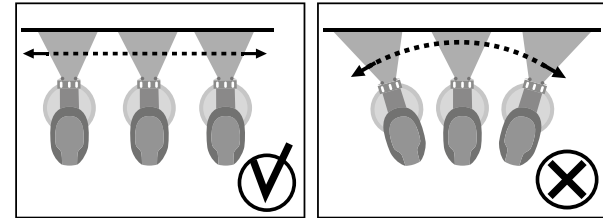

Рис. 5
1. Установите распылитель на расстоянии 25-30 см от окрашиваемой поверхности. Включите изделие, сначала нажав кнопку включения компрессора (3), затем курок выключателя (7).
Примечание! Расхода материала определяется регулятором (8). Равномерно ведите изделие вдоль окрашиваемой поверхности, держа распылитель перпендикулярно ей. В процессе работы не отклоняйте изделие от перпендикулярного положения (Рис. 5).
- 2.** По окончании работы выключите изделие, отпустив курок (7) и выключив компрессор кнопкой (3). Отключите изделие от сети. При перерывах в работе до 4-х часов промывать изделие не надо (кроме случая, когда распылялся 2-х компонентный лак - изделие следует промыть незамедлительно).